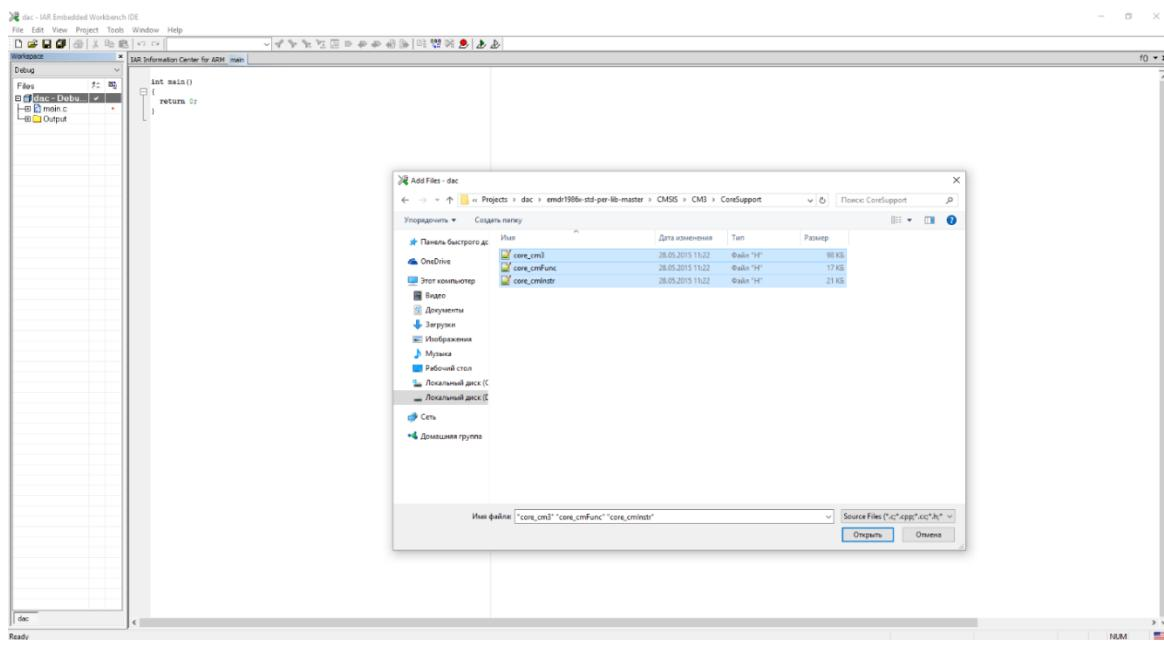

Рис. 1.27. Окно добавления файлов: core_cm3.h, core_cmfunc.h и core_cminstr.h
14. Необходимо добавить файлы как показано на рис. 1.27 – 31.